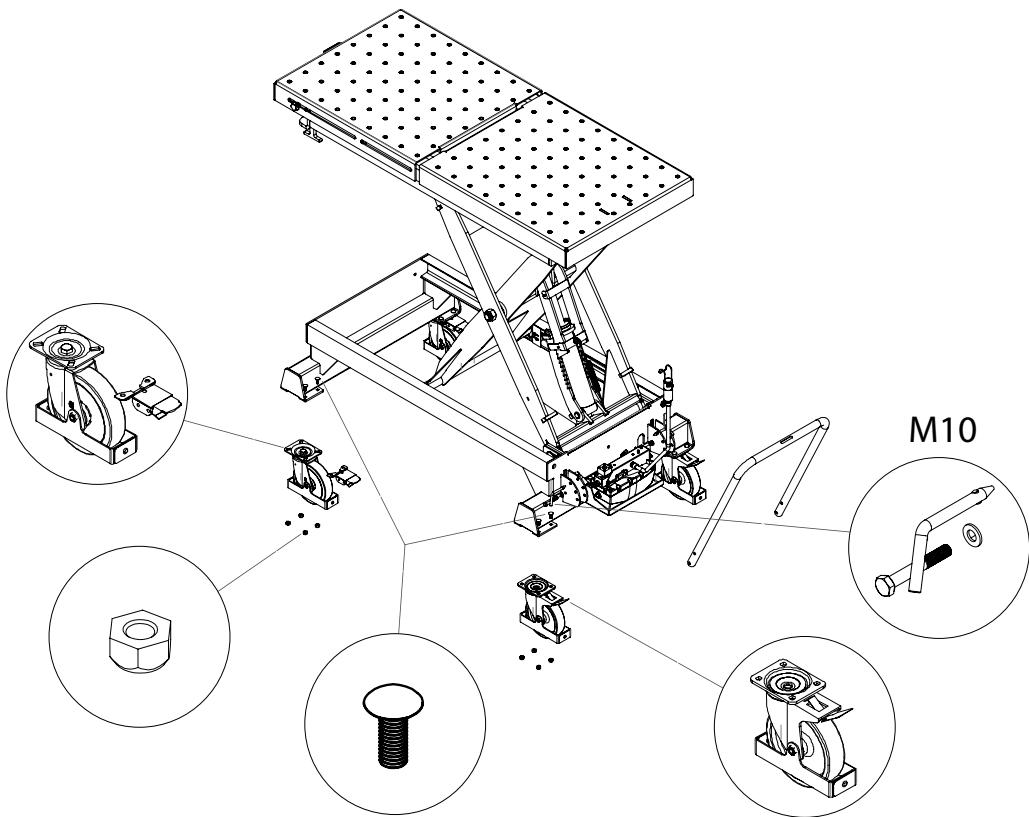

Bild 01
- Der Handgriff muss wie in "Abbildung 01" angegeben montiert werden
- Die Räder müssen wie in "Abbildung 01" angegeben montiert werden
Die Räder mit Bremsen müssen neben dem Griff "Bild 01" montiert werden.
Die Räder mit Richtungsfeststeller müssen auf der gegenüberliegende Seite des Griffs "Bild 01" montiert werden.